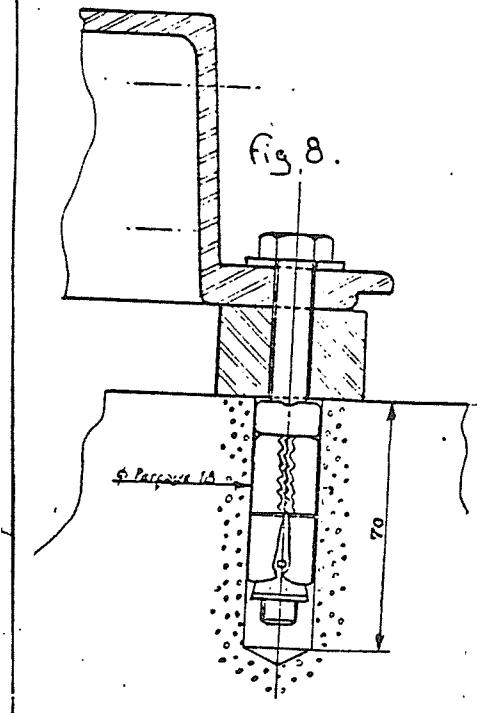

Fig. 8.
- 2) - Fixation au sol par goujons avec paillages des cables au sol (Fig 8)